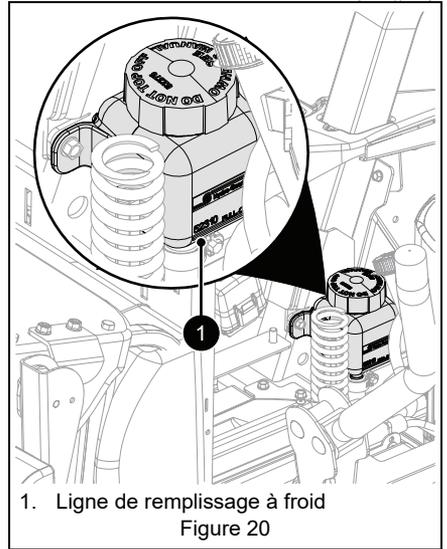

Figure 20
2. Contrôler le niveau d'huile dans le réservoir d'expansion. Le niveau de l'huile doit atteindre le repère de remplissage à froid. Voir Figure 20.
- b. Remplir les réservoirs d'expansion avec une huile moteur synthétique 15W-50 ou une huile équivalente, jusqu'au repère de remplissage à froid. Voir Figure 20.